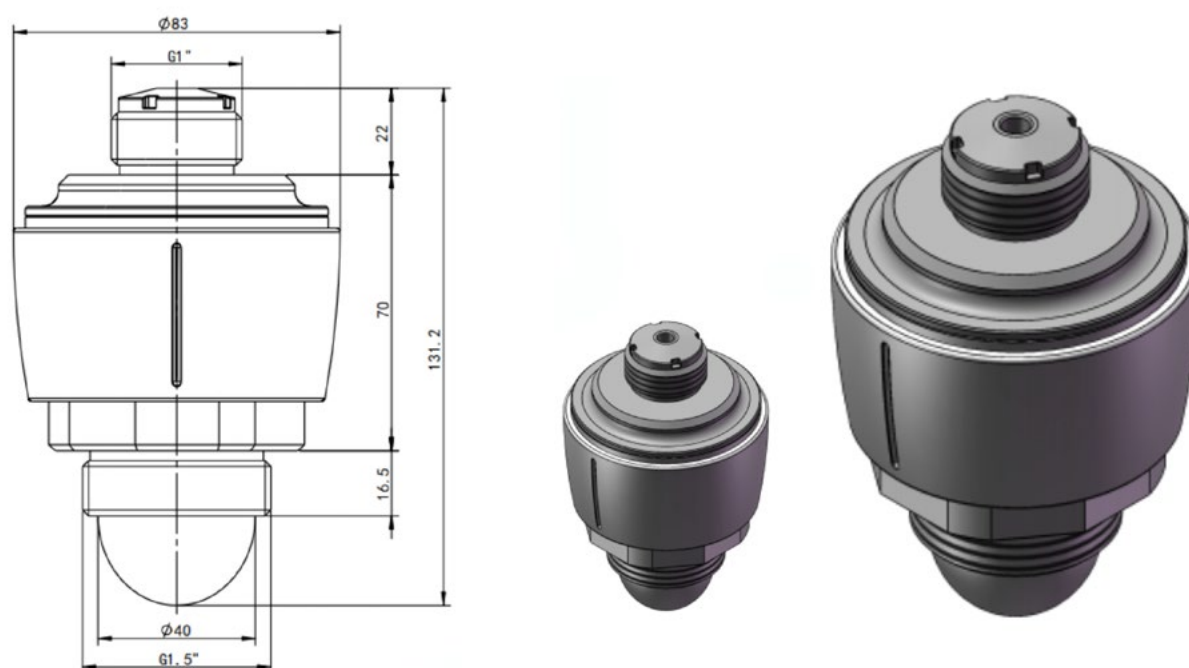

Figura 1: Estrutura do Radar
- A estrutura do Transmissor de Nível por Radar é ilustrada na Figura 1.